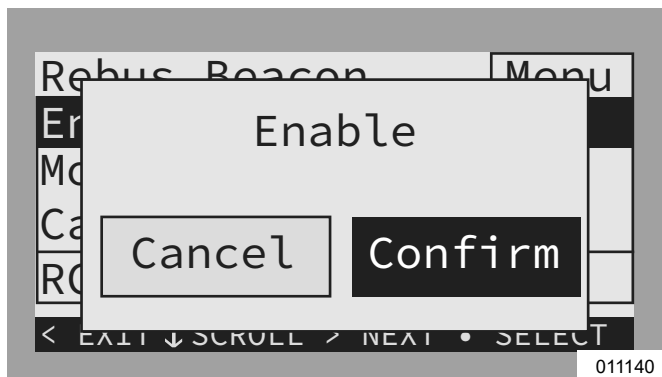

Figura 6-23. Activación del programador TOU (2 de 2)
3. Consulte la Figura 6-23. Muévase a la derecha con la flecha hacia Confirm (Confirmar) y presione el botón central.